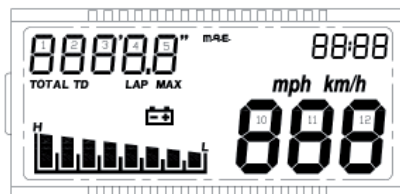

Fig. 18
- II^ pagina (ad ogni accensione dello strumento): Check di tutti i segmenti dell'lcd per circa 3 sec. (fig. 18).